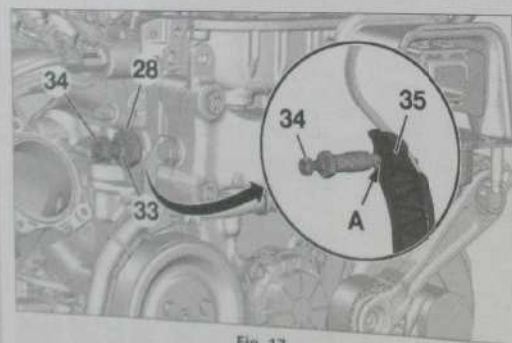

Fig. 17
- Serrer la vis (34) du tendeur de chaîne modifié jusqu'au contact (A) avec le guide tendeur de chaîne (35) afin d'empêcher son recul (Fig.17).